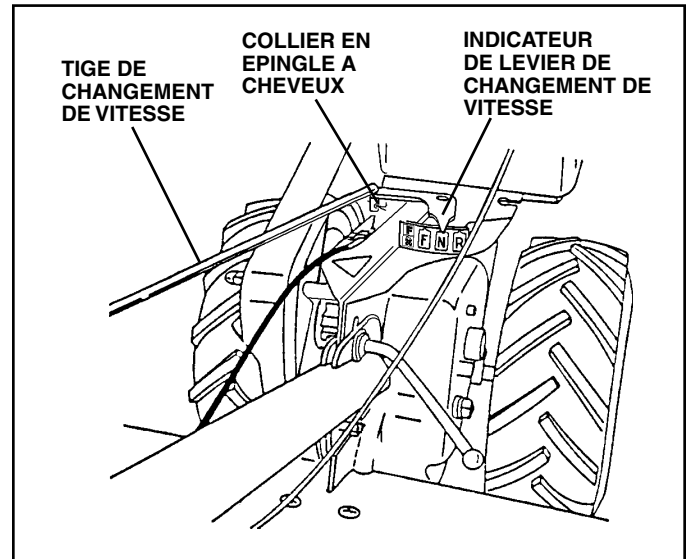

FIG. 7
RACCORDER LA TIGE DE CHANGEMENT DE VITESSE (Voir la fig. 7)
- Assurez-vous que l'indicateur de levier de changement de vitesse est en position point mort ("N") (Voir la fig. 7).